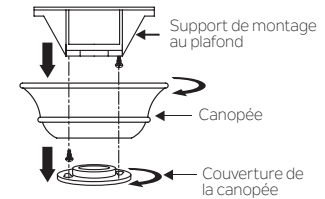

Fig. 5
Étape 1. Enlevez le couvercle inférieur du baldaquin décoratif du baldaquin en le tournant dans le sens antihoraire. (Fig. 5)
Étape 2. Retirez le support de fixation au plafond de l'auvent en retirant (et enregistrez) l'une des deux vis. Desserrez la vis restante d'un demi-tour. (Fig. 5)